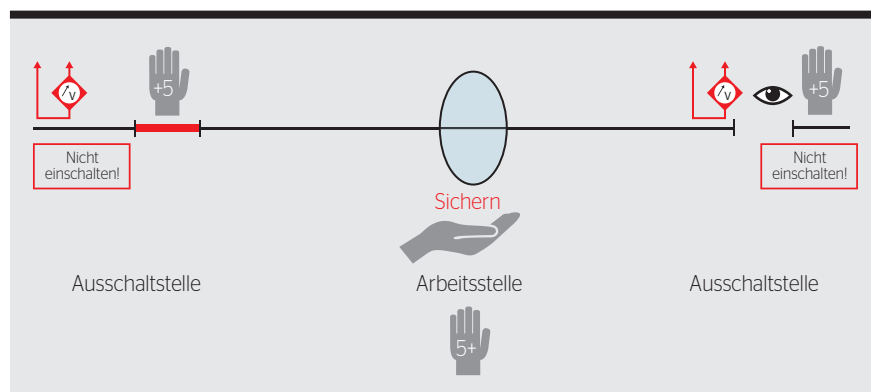

Bild 3 Eindeutige Identifizierung der Verbindungsleitung möglich.
- Bei Verbindungsleitungen mit eindeutiger Identifizierung (Zuordnung) der Kabel und ohne jegliche Abgänge, kann auf das Erden und Kurzschliessen verzichtet werden (**Bild 3**). Sind die Leitungen grössere Strecken parallel zu Hochspannungsleitungen, ist zur Ableitung der induzierten Spannung das Kabel